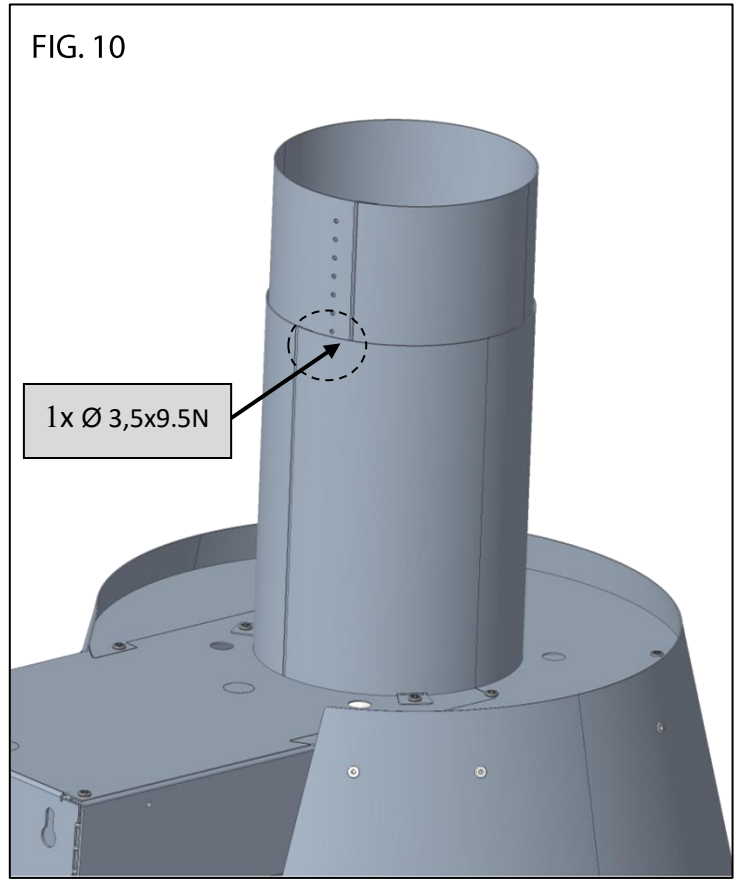

FIG. 10
- ajuste a chaminé superior conforme necessário: bloqueie o deslizamento com um parafuso preto Ø 3,5x9,5N. FIG.10.